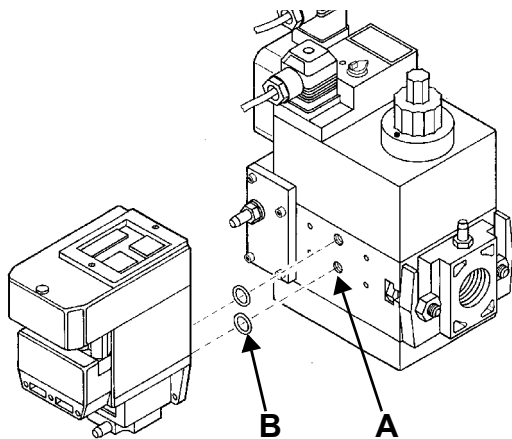
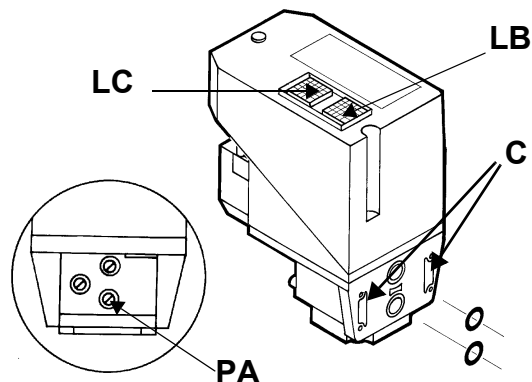

Fig. 7
Fig. 8
3. apretar los tornillos A, B, C y D (Fig. 7 - Fig. 8), respetando las posiciones de montaje (Fig. 10);